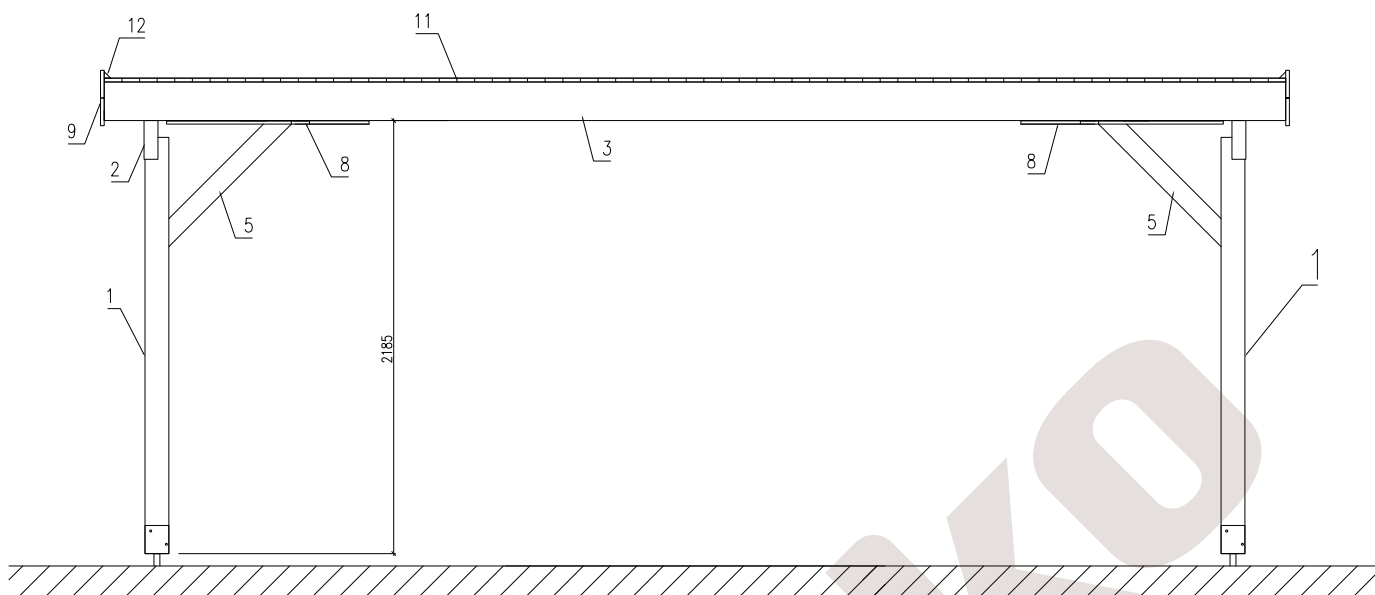

Fig. 3
Montera takbalkarna (pos.3). Se avstånd i fig.3. Fäst med vinkeljärn. (pos 23)
Montera kortlingarna (pos.4) Se placering i fig. 2 och fig. 3. Fäst med vinkeljärn (pos 24)
Montera diagonalerna (pos 10) för att göra carporten ännu mer stabil. Diagonalerna fästs med skruv (pos.26) på undersidan av takbalkarna enligt fig. 3.